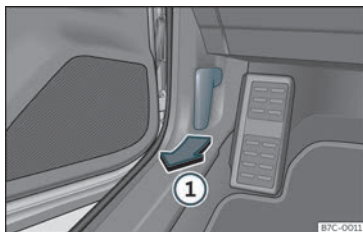

Fig. 199 Alavanca de desbloqueio no espaço para a zona dos pés do condutor.
- Abra a porta e puxe pelo manípulo que existe debaixo do painel de instrumentos >>> **Fig. 199** ①.